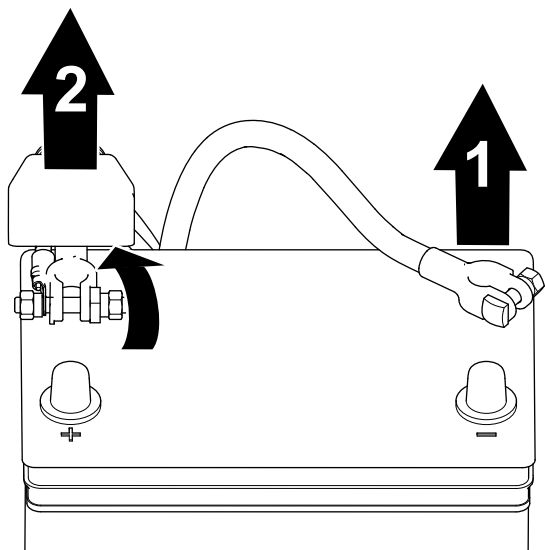

Figura 38
2. Retire o cabo negativo da bateria do polo (Figura 38).
3. Levante o isolamento e retire o cabo positivo da bateria do polo (Figura 38).